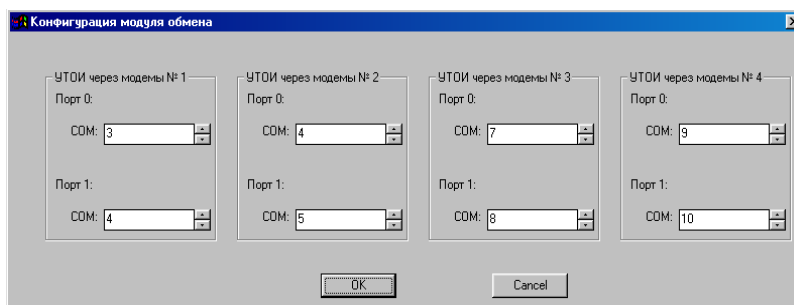
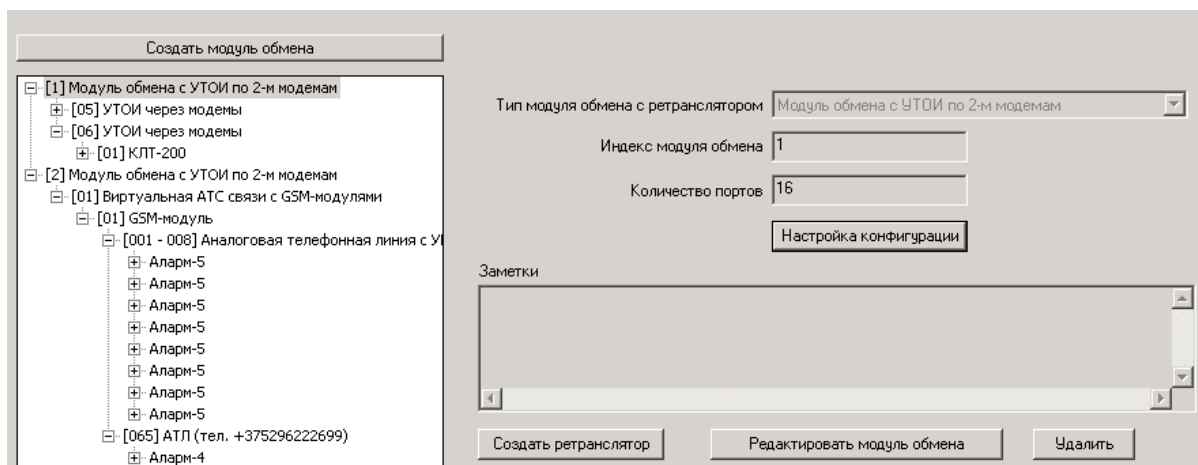

Рисунок 3
Рисунок 4
3.1.5 Настроить конфигурацию подключаемых портов МП для каждого модуля обмена (порты настраиваются и для модулей обмена, не работающие с мультиплексором: TransportLevelUDP, TransportLevelPPKO, TransportLevelVPN_COM) - для чего выбрать мышью требуемый модуль обмена (рисунок 3), нажать кнопку в правой части окна «Настройка конфигурации» и ввести требуемые номера портов (рисунок 4).